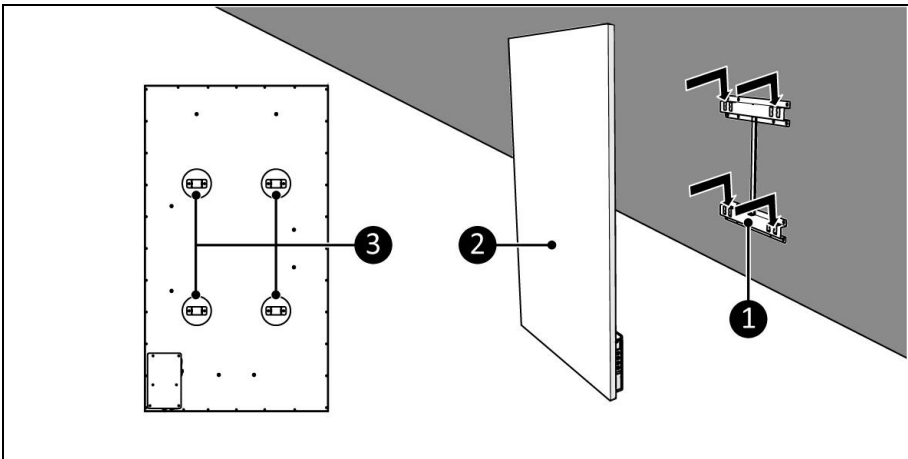

Abbildung 9
5. Platzieren Sie die Gerätehalterungen (Abbildung 9, Pos. 3) über die Wandhalterung (Abbildung 9, Pos. 1).
6. Lassen Sie das Gerät (Abbildung 9, Pos. 2) in die Öffnungen der Wandhalterung gleiten.